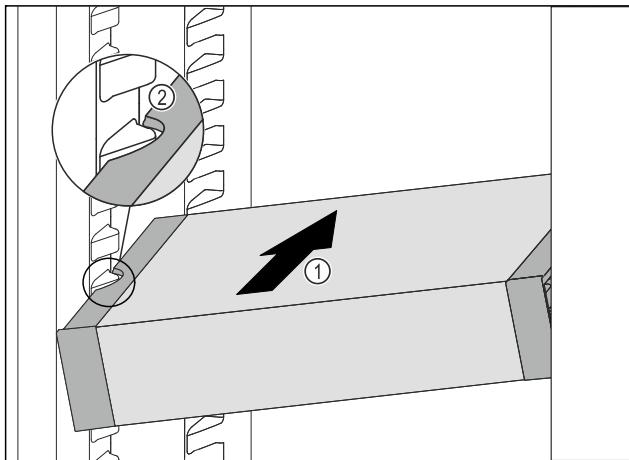

Fig. 79
- ▶ 将 VarioSafe 斜插入冷藏区中 Fig. 79 (1)，直至 VarioSafe 的侧部凹槽 Fig. 79 (2) 与冷藏区中的容器肋梁持平。